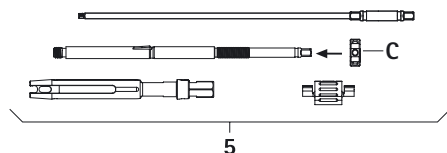

Fig. 9
- Avitare il dado di serraggio **C** sulla bussola interna, vedere Fig. 9.